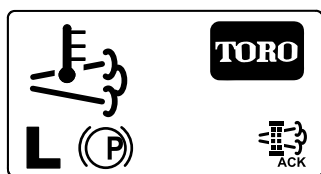

Figura 50
8. O InfoCenter apresenta o Ecrã inicial e o ícone de confirmação da regeneração (Figura 50) surge no canto inferior direito do ecrã enquanto a regeneração é processada.